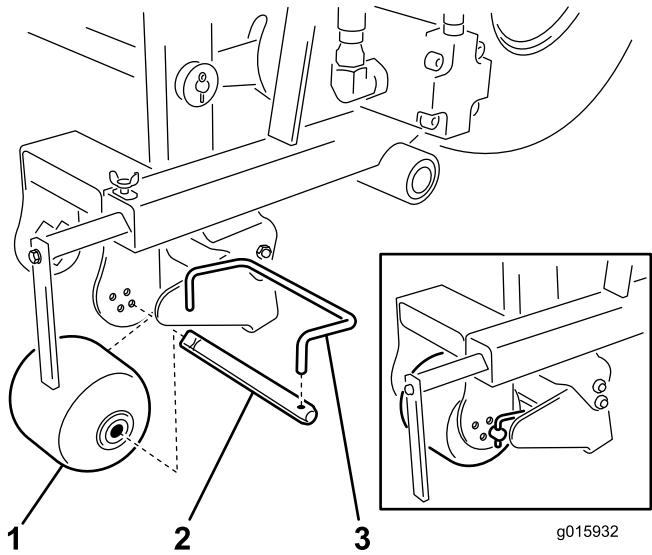

Figura 20
3. Retire el rascador del eje del rodillo (Figura 20).
- 4. Retire el rascador del eje del rodillo (Figura 20).